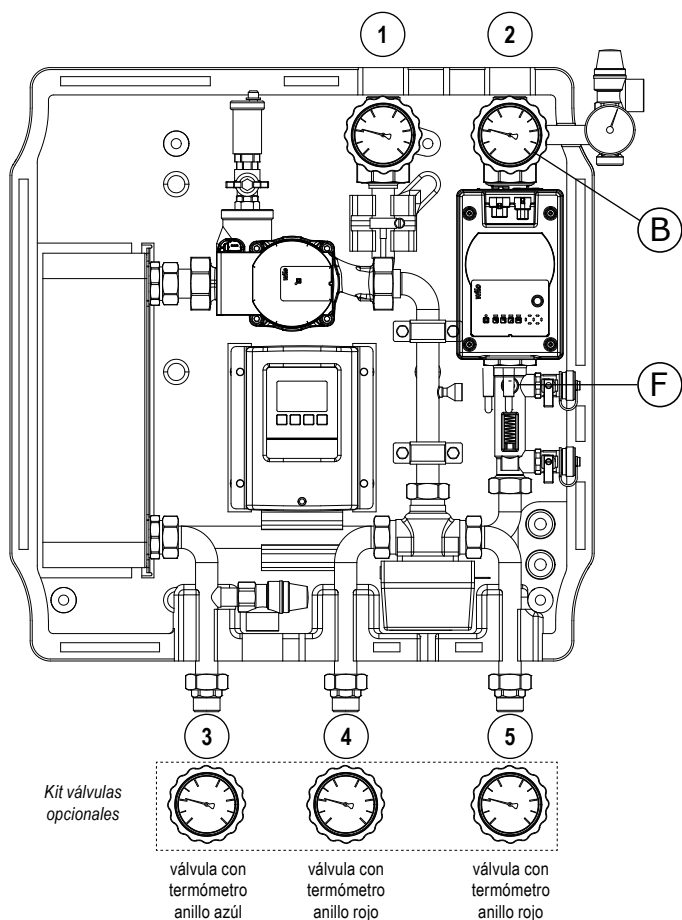

Figura 1: Diagrama de conexión y kit de válvulas opcional
- ✓ Instale el kit de válvula (opcional) como se muestra en la Figura 1 en la página anterior;